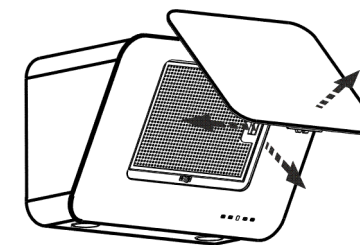

рис. 4
- 6.1.1 Перед установкой вытяжки снимите алюминиевый фильтр (рис. 4). Предварительно откройте стеклянную откидную панель:
- потяните за нижний край откидной панели, как показано на рис.4 и откройте ее;
- снимите алюминиевый фильтр, для этого нажмите на пружинный замок фильтра и потяните его на себя (рис. 4).